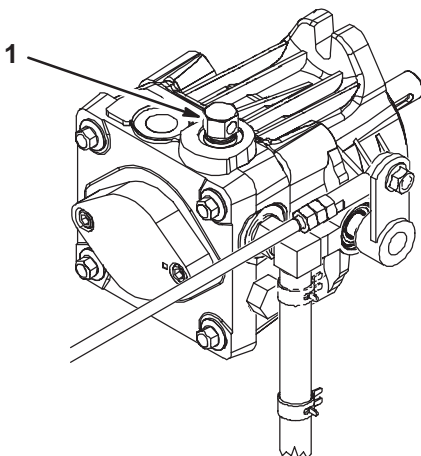

Figure 27
2. Tournez les vannes de dérivation d'un tour dans le sens anti-horaire pour pousser la machine. Cela permet au liquide hydraulique de contourner la pompe et aux roues de tourner (Fig. 27).
1. Tournez les vannes de dérivation d'un tour dans le sens horaire pour utiliser la machine (Fig. 27).